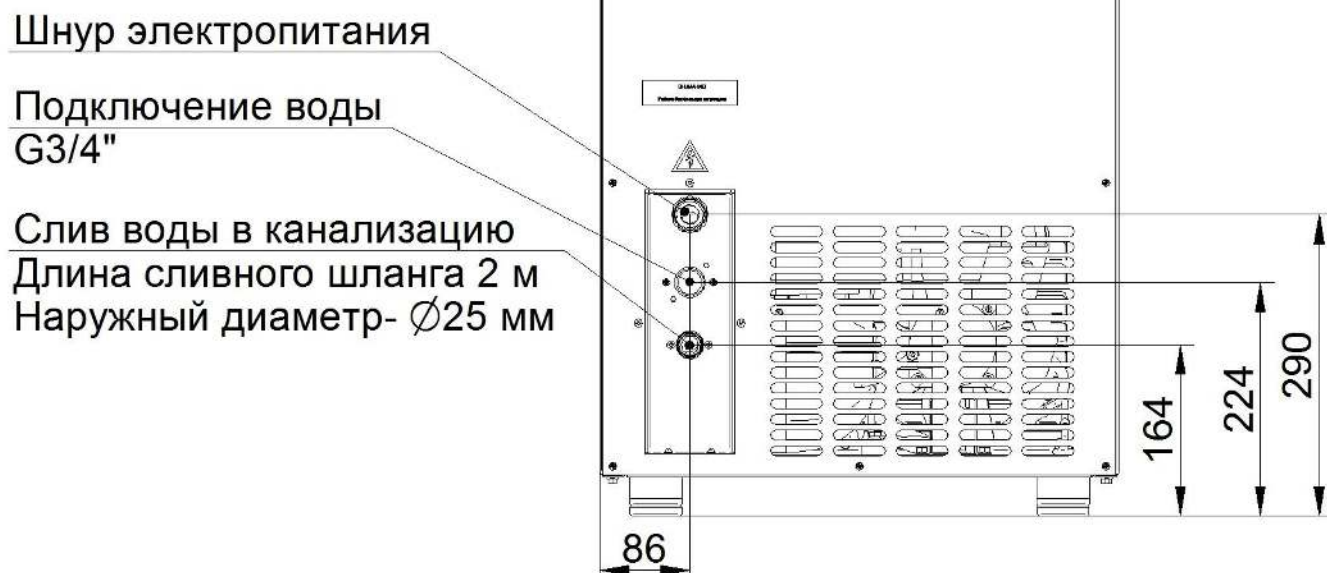

Рис. 4 Схема подключения льдогенератора
- подключите изделие к системе водоснабжения. Льдогенератор подключается к системе водоснабжения через штуцер с резьбой G 3/4" (рис.4). Подсоединение шлангов подачи воды должно проводиться через краны для экстренного прекращения подачи воды на охлаждение конденсатора и испаритель в случае необходимости.